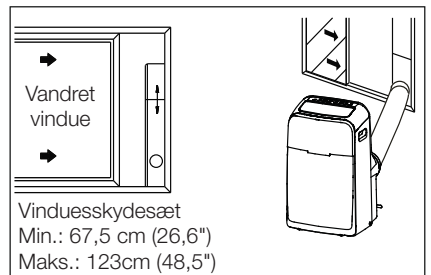

Figur 8
5. Skub samlingen ind i enheden (figur 8).